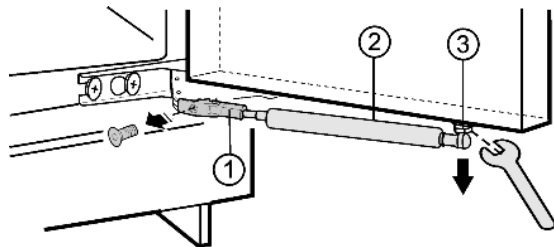

Fig. 3
- Svitare il supporto Fig. 3 (1).
- Svitare il perno sferico Fig. 3 (3) assieme all'ammortizzatore di chiusura Fig. 3 (2) della porta e appoggiare da parte.